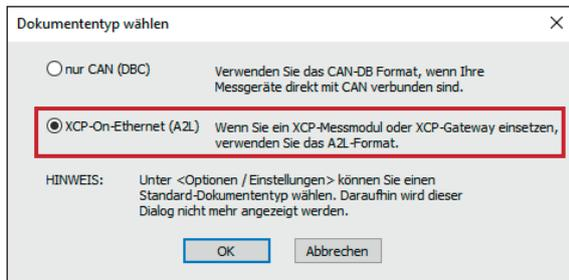

Abb. 6-9: Dialog **Dokumententyp wählen**, Option **XCP-On-Ethernet (A2L)** ausgewählt
- ⇒ Der Dialog **Dokumententyp wählen** (Abb. 6-9) öffnet sich.